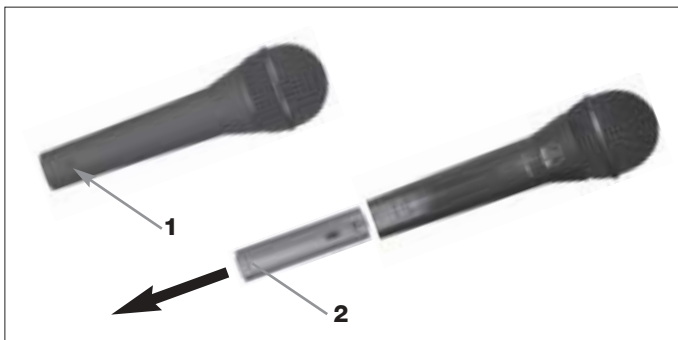

Abb. 5: XLR-Steckermodul ausbauen
- Siehe Abb. 5.
1. Öffnen Sie die Fixierungsschraube (1).
2. Ziehen Sie das XLR-Steckermodul (2) aus dem Mikrofonenschaft heraus.
3. Damit Sie die Fixierungsschraube (1) nicht verlieren, drehen Sie sie wieder in das Gewinde am XLR-Steckermodul hinein.